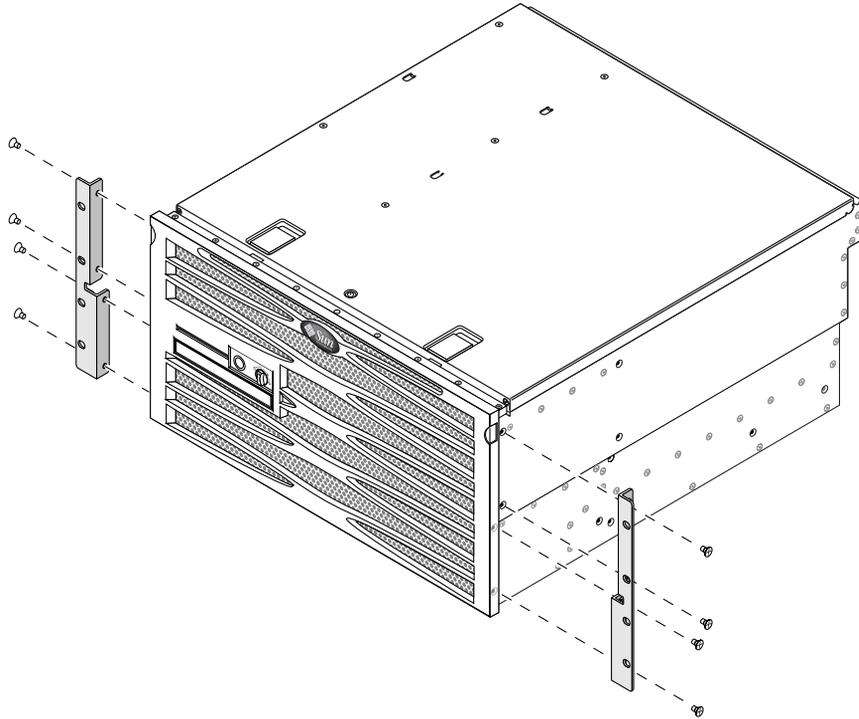

FIGURE 3-18 Fixation des supports de montage fixe sur le serveur
2. À l'aide de huit des vis cruciformes à tête plate M5 × de 8 mm (quatre pour chaque support), fixez les supports de montage avant de part et d'autre du serveur (voir FIGURE 3-18).